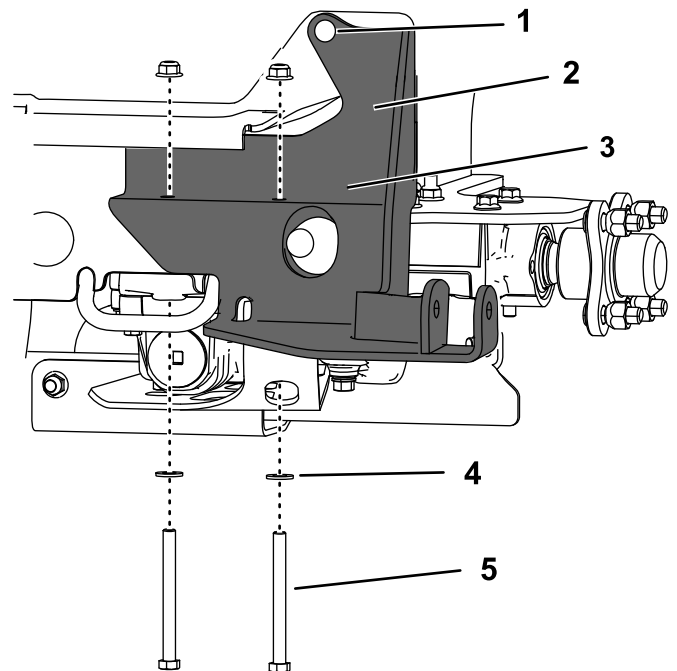

Figura 10
6. Instale el soporte de montaje inferior en la transmisión usando las 2 tuercas que retiró, 2 arandelas planas y 2 pernos ($\frac{3}{8}$ " x 4"), según se muestra en Figura 10.